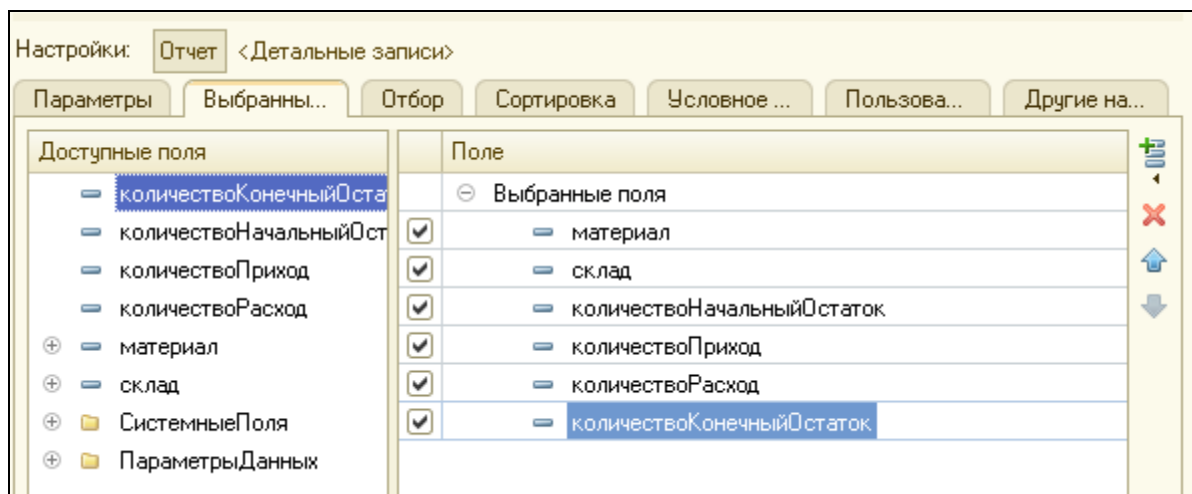

Рисунок 4.5 Выбранные для отчета поля
8. На закладке **Выбранные поля** настроим поля, которые будут выводиться в результат отчета: склад, материалы, КоличествоНачальныйОстаток, Количество-Приход, КоличествоРасход, КоличествоКонечныйОстаток. (рис.4.5).